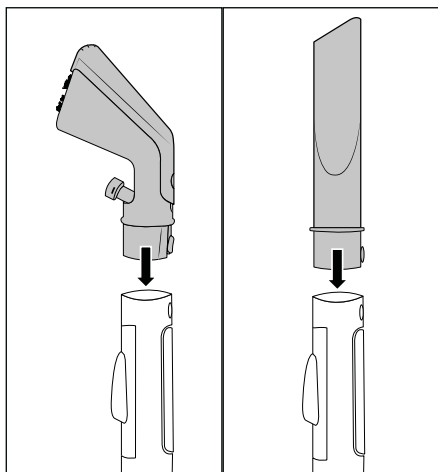

Fig. 3
- ◆ Enfichez l'embout meubles 22 ou l'embout plat 23 dans le flexible de pulvérisation/aspiration 19, jusqu'à ce que la touche de verrouillage 25/32 s'enclenche (voir fig. 3).